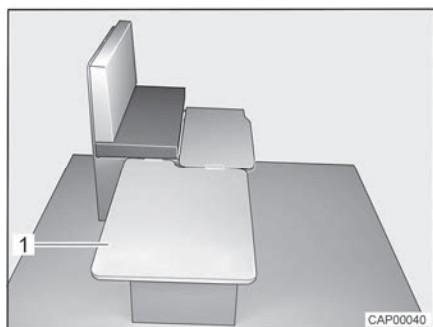

Bild 54 Under ombyggnaden
- Häng på stödplatta (Bild 54,1) sidledes på sittbänken och lägg på bordet.